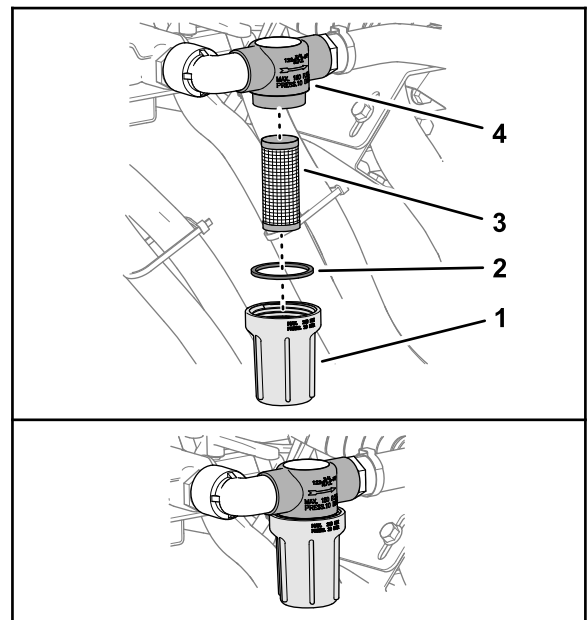

Figura 54
3. Gire la taza del filtro en sentido antihorario y retire la taza y el filtro del cuerpo del filtro (Figura 54).
6. Instale el filtro en el cuerpo del filtro (Figura 54).
7. Instale la junta y la taza del filtro en el cuerpo del filtro y apriete la taza a mano (Figura 54).